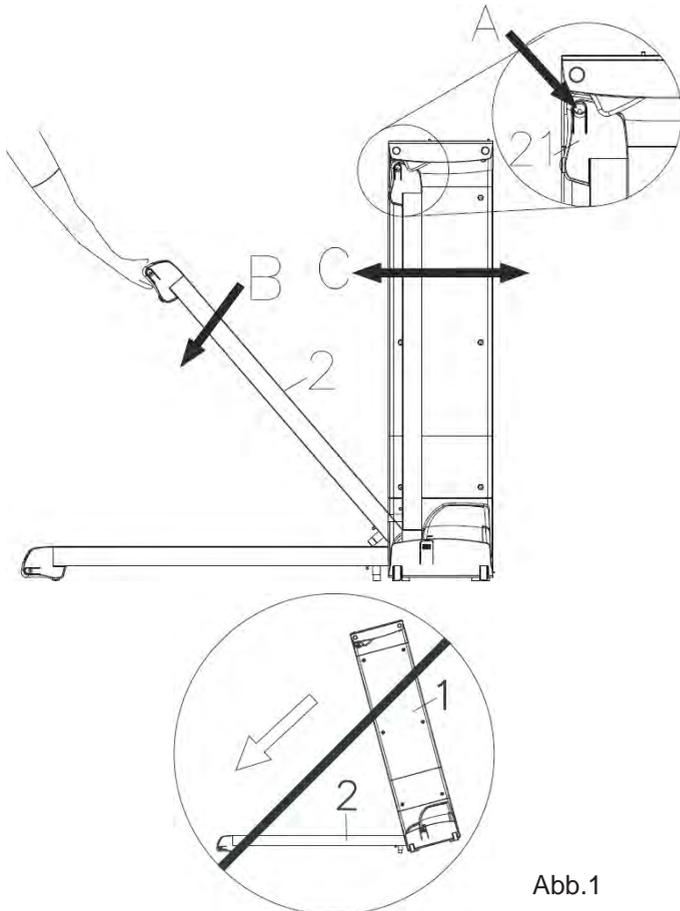

Abb.1
A. Drücken Sie die **Taste (A)** oben rechts von der rechten rückwärtigen **Endabdeckung (21)** vorsichtig, wie in der Abbildung unten gezeigt. Das **Laufdeck (2)** senkt sich langsam. Halten Sie das **Laufdeck (2)** mit zwei Händen, bis Sie ein Klicken hören, um sicherzustellen, dass das Laufband vollständig auf den Boden abgesenkt wurde.
B. Um das Risiko des Lösen des **Hauptrahmens (1)** zu verhindern, bewegen Sie den **Hauptrahmen (1)** vorsichtig vor und zurück, wie in **Abb. 1** gezeigt, um sicherzustellen, dass das **Laufdeck (2)** vollständig verriegelt ist und auf den Boden abgesenkt wurde.